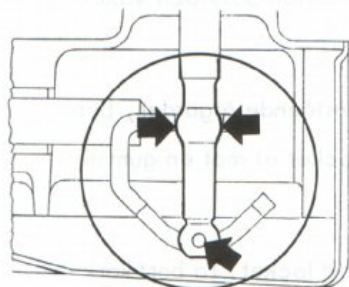

Bild 1
2. Kontrollera att inget slitage finns på spaken vid punkterna enligt bild 1.